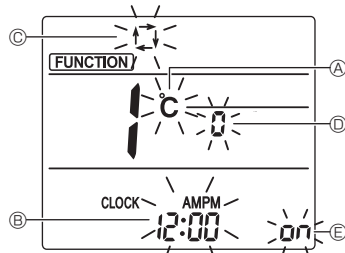

Fig. 6-10
| Item                   | Definição   | Fig. 6-10 |
3. Certifique-se de que é apresentado o número da função “1” e, em seguida, prima o botão SET 3. Será apresentado o ecrã de definições do modo de visualização. (Fig. 6-10)